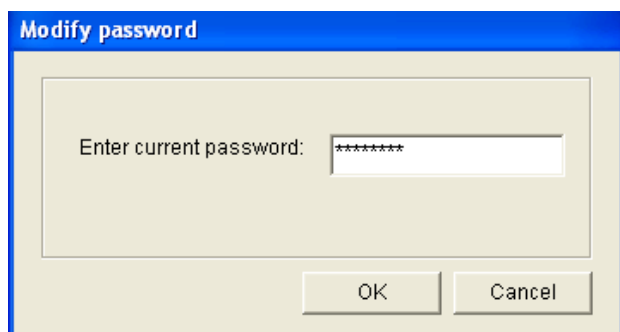

Abbildung 8.20: Fenster für Passwordeingabe
- 1 Klicken Sie vom Hauptmenü aus auf die Schaltfläche Modify password. Daraufhin erscheint das folgende Fenster (siehe Abbildung 8.20).